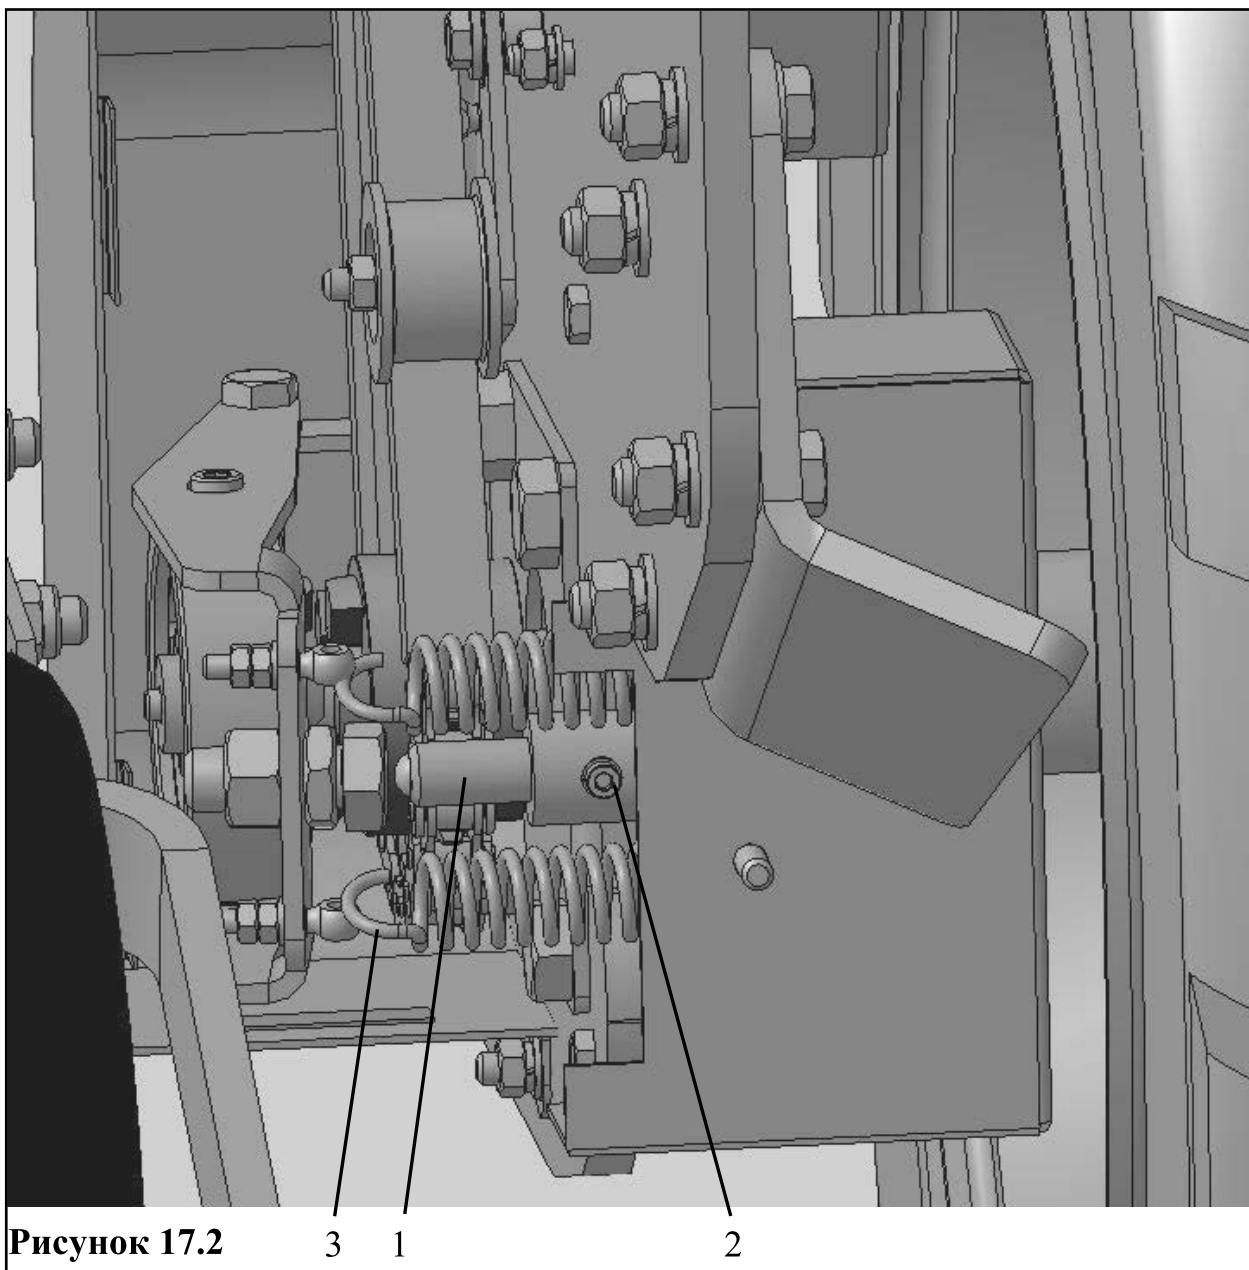

Рисунок 17.2
- 2) При помощи гидравлики трактора поднять секции в транспортное положение. При этом шток гидроцилиндра 1 (рис. 17.2) выдвинется на 30 мм и разомкнёт механизм разобращения.